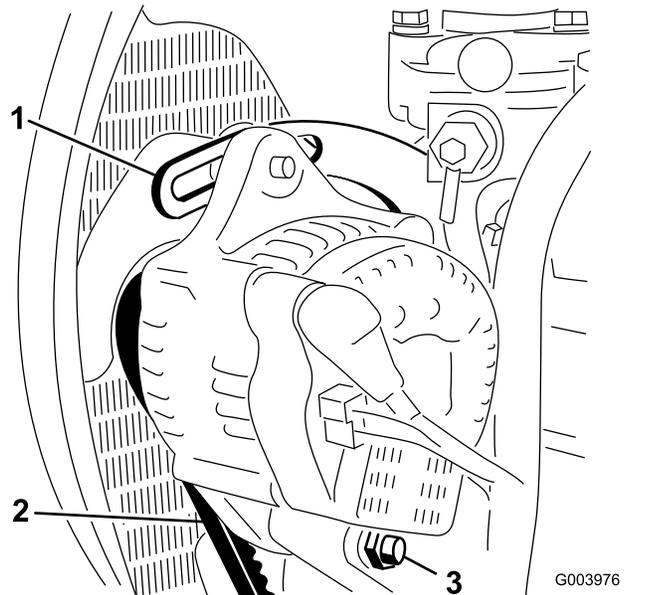

图66
2. 检查交流发电机皮带张紧力的方法使用 10kg 的力按压交流发电机和曲轴箱皮带轮之间的皮带图66 中间位置。
3. 松开将皮带环形支架固定到发动机图66的螺栓以及将交流发电机固定到皮带环形支架上的螺栓和枢轴螺栓。